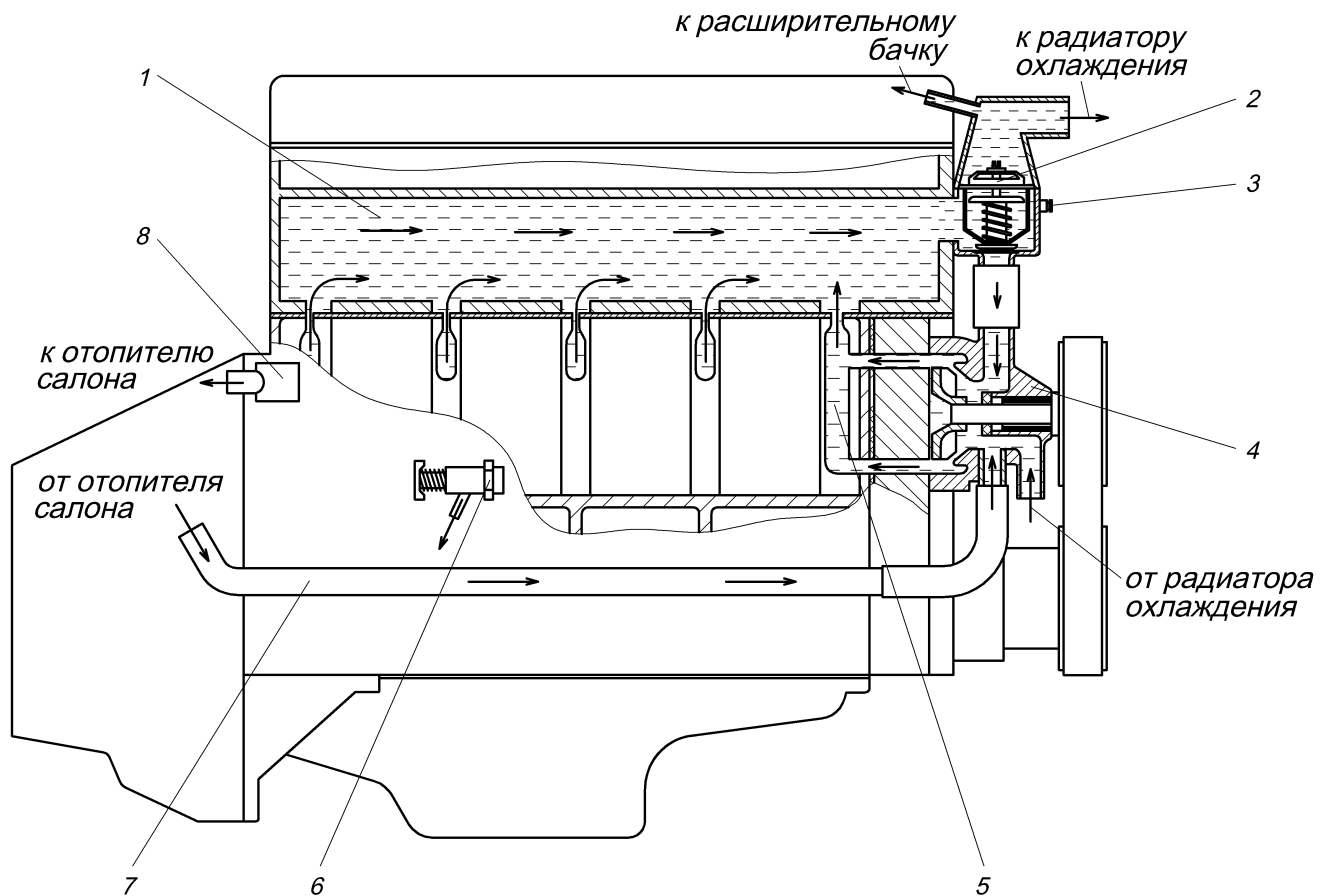

Рис.29. Система охлаждения двигателя:
**Система охлаждения** (рис.29) - жидкостная, закрытая, с принудительной циркуляцией охлаждающей жидкости.